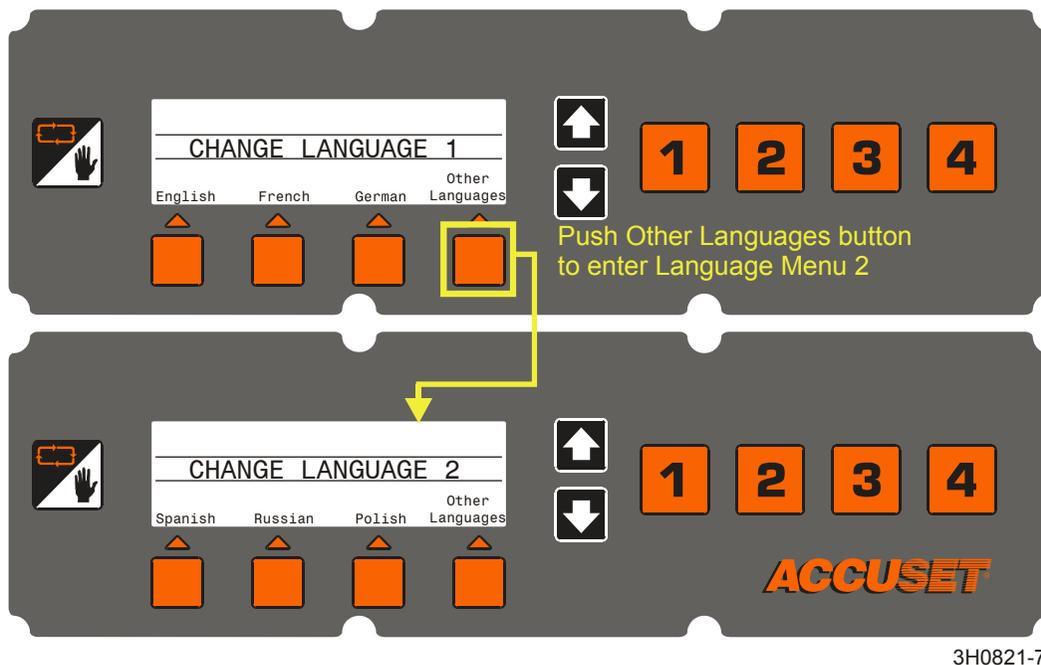

FIG. 2-9
Voir **Figure 2-9**. Vous pouvez choisir la langue utilisée sur l'afficheur de l'Accuset. Appuyez sur le bouton Change Langage et choisissez la langue souhaitée. Appuyez sur le bouton Save Now (ou message équivalent dans une autre langue) pour enregistrer définitivement le nouveau réglage de la langue. Pour revenir à l'ancienne langue en mémoire, appuyez sur Exit Config et mettez la clé de contact sur la position arrêt (0) position.